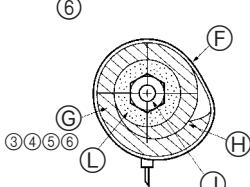

Fig. 7-3
④ 连接部分 (Fig. 7-3)
⑤ 扎带 ⑨
⑥ 管盖 ③ ④ ⑤ ⑥
⑦ 锁紧
⑪ 致冷剂管的热绝缘材料
⑫ 致冷剂管